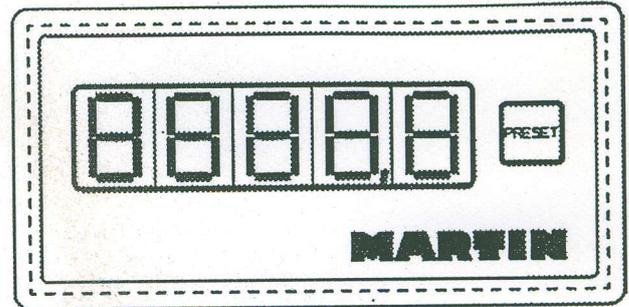

Bild 5.20
- Das Eichen der Anzeigen erfolgt durch Gedrückthalten der PRESET - Taste (Bild 5.20) für ca. 5 s bis "SET" in der Anzeige erscheint. Dann die PRESET - Taste loslassen, die Anzeigen springen auf Eichmaß "1880,0 mm".